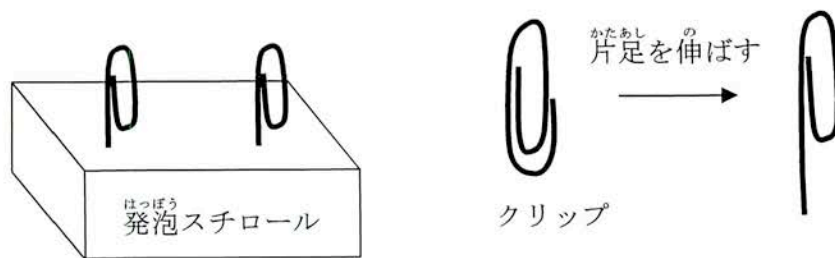

図7
(3) クリップの足を伸ばして発泡スチロールにさします(図7)。2つのクリップの間隔は、コイルの腕の長さより小さくします。磁石を間に配置します。